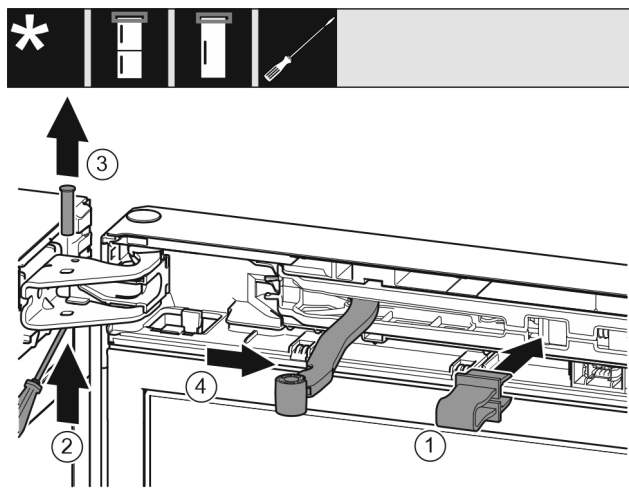

Fig. 10
- ▶ 将安全装置 Fig. 10 (1)卡入开口。
- ▶ 旋出螺栓 Fig. 10 (2)。
- ▶ 向上取出螺栓 Fig. 10 (3)。
- ▶ 将铰链 Fig. 10 (4)转向门的方向。